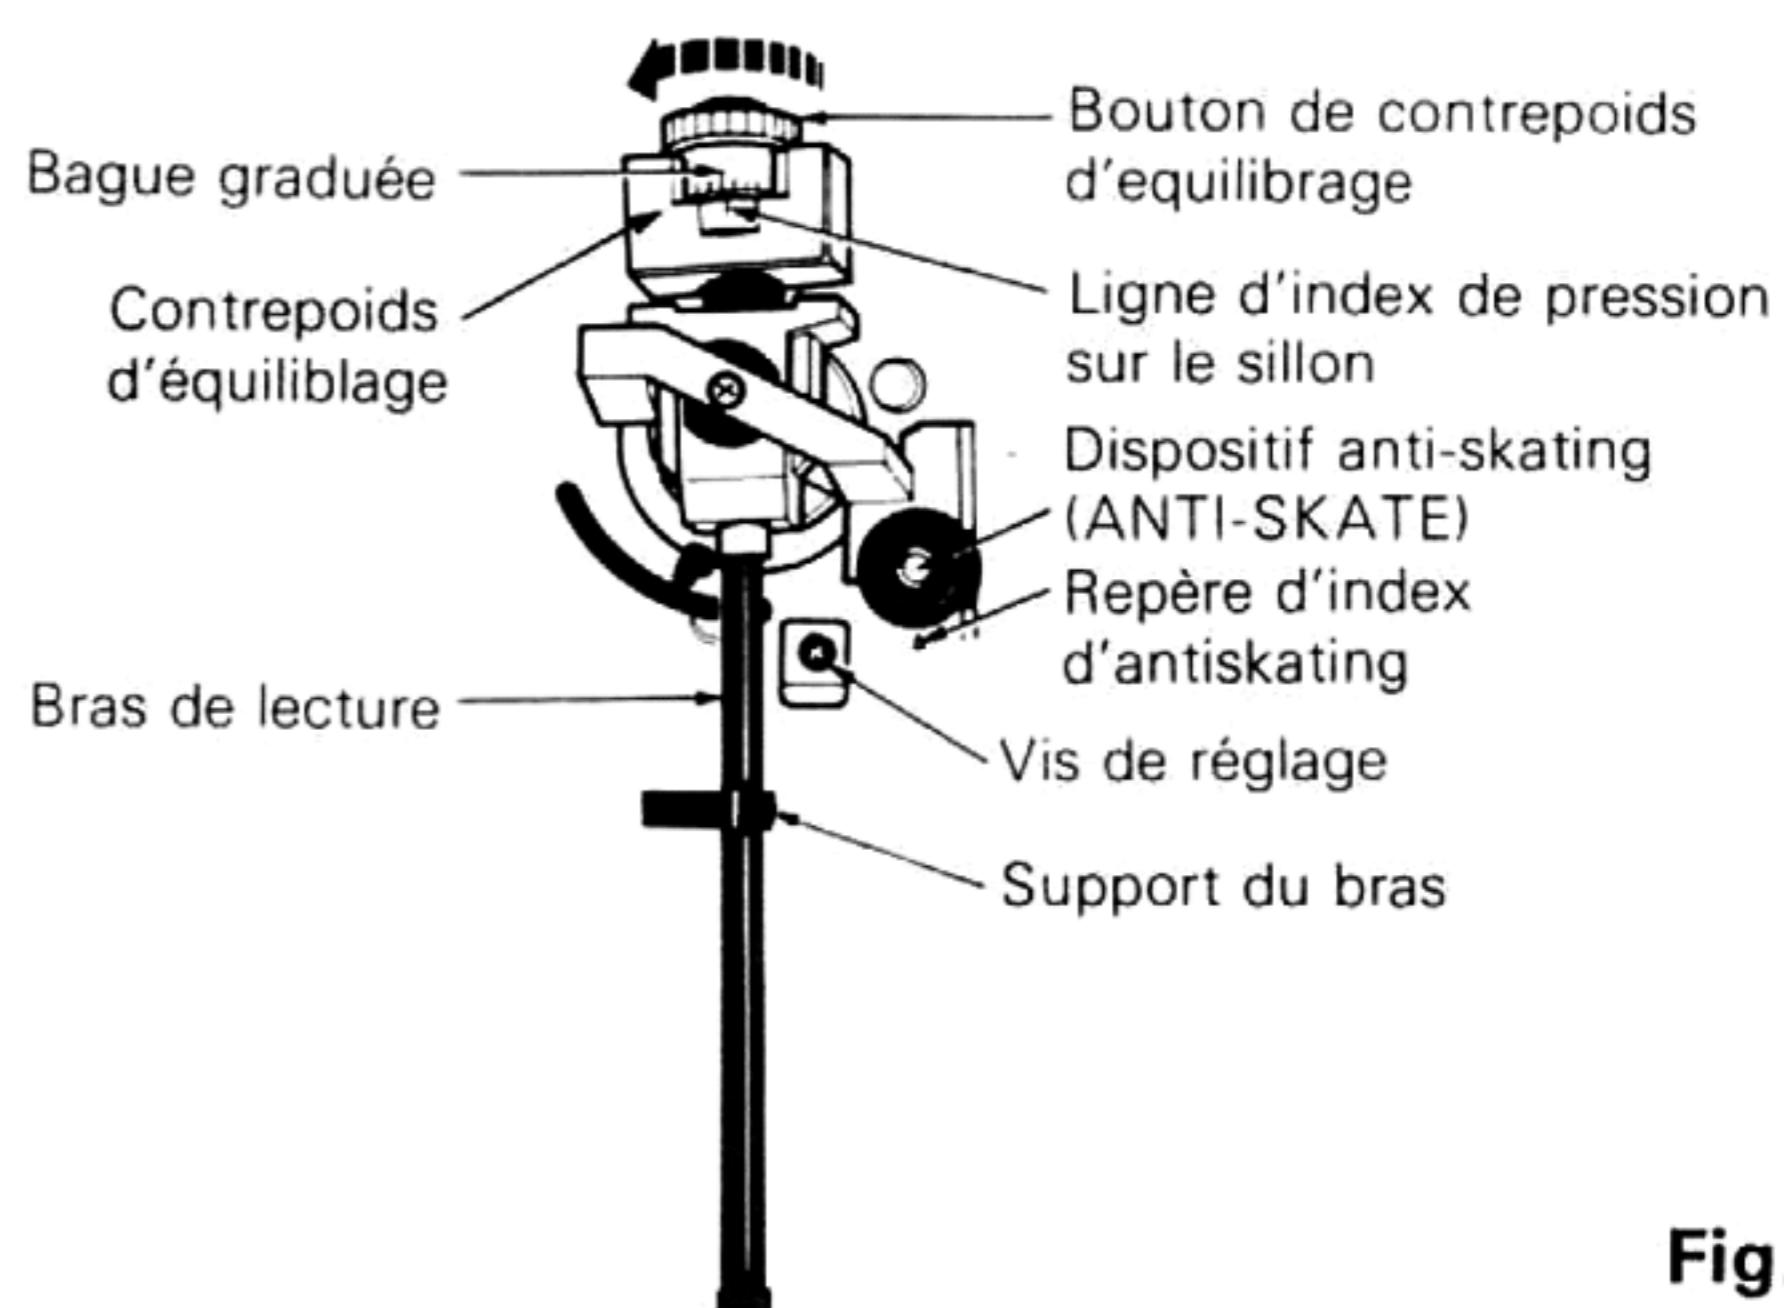

Fig. 3
1. Mettre le dispositif anti-skating '0' au repère d'anti-skating et détacher le bras de lecture de son support. (**Voir la Fig. 3**)
4. Faire tourner le bouton du contrepoids d'équilibrage dans le sens de la flèche de la figure et la régler sur la valeur recommandée de la pression pour la cellule utilisée. (**Voir la Fig. 3**)
S'il se révèle impossible de parvenir à ce jeu, retirer le capuchon et régler la hauteur du guide de bras en faisant tourner la vis de réglage. (Voir la Fig. 3)